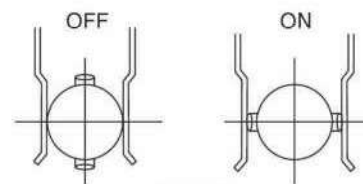

図5.2.3
- ・⑫インタミットtentギアの段数は通常は3段ですが、バルブのストロークが大きい場合には4段に組み込まれます。
- ・ロータの接点は、図5.2.3のように水平でON、垂直でOFFとなります。